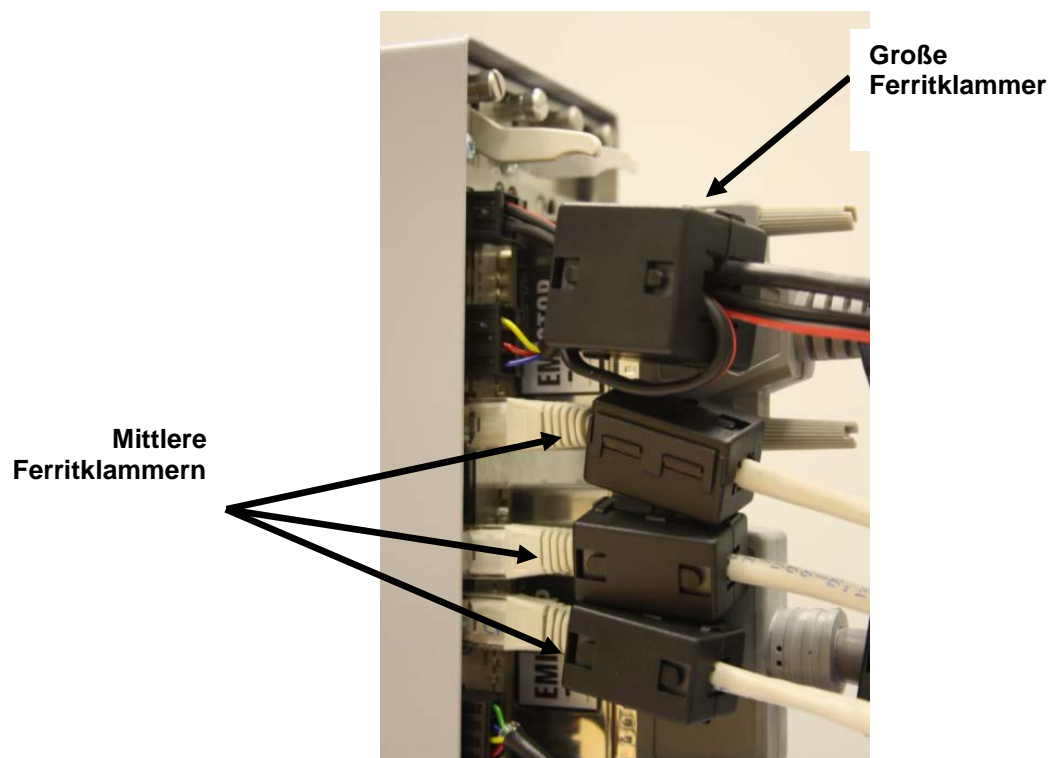

Abbildung 2-15. Klemmen am CPU-Stromversorgungsmodul und an den COM-Anschlüssen
7. Befestigen Sie eine große Ferritklammer an der Verkabelung der CPU-Stromanschlüsse und eine mittlere Klemme an den Anschlüssen COM3 und COM4 (siehe *Abbildung 2-15*).